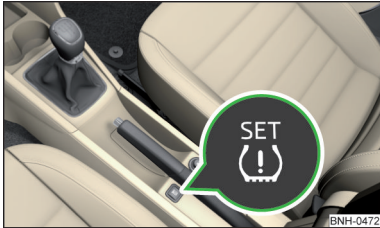

Abb. 136
- Die Symboltaste  » **Abb. 136** drücken und gedrückt halten.